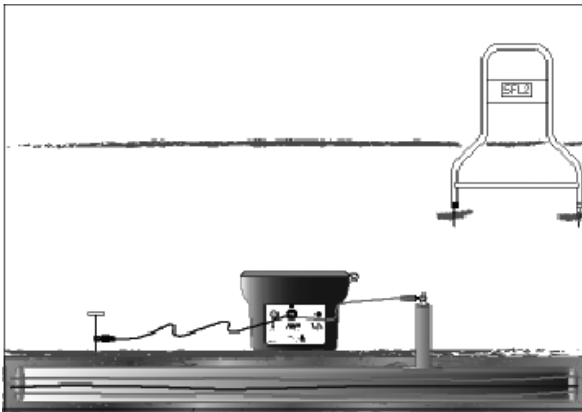

Abbildung 3-1: Schwarze Messleitung an Staberder klemmen. Rote Messleitung an Leiter klemmen.
4. Den Staberder in Erde einlassen und die schwarze Messleitung an den Staberder klemmen. Die bestmögliche Erdung einrichten. Siehe Abbildung 3-1.
5. Rote Messleitung an Zielleitermantel klemmen. Siehe Abbildung 3-1.